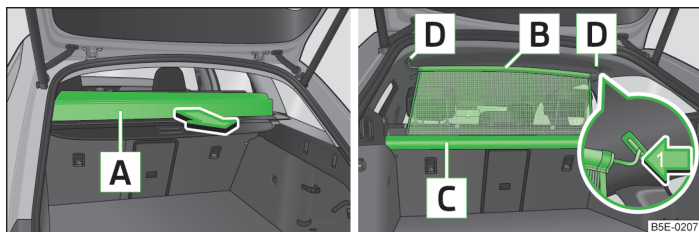
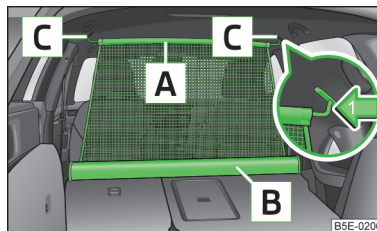

Fig. 101 Apertura di parte della cappelliera avvolgibile/rete di separazione dietro i sedili posteriori estratta
Fig. 103 Rete di separazione dietro i sedili anteriori estratta
- Accertarsi che la barra trasversale della rete di separazione sia agganciata agli alloggiamenti **D** oppure » fig. 101 a pagina 108 **C** » fig. 103 a pagina 108.
- Aprire una parte della cappelliera avvolgibile nella direzione indicata dalla freccia **A** » fig. 101.
- Tirare la rete di separazione in corrispondenza della barra trasversale superiore **A** estraendola dall'alloggiamento **B** » fig. 103.